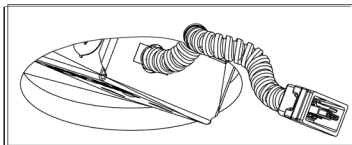

Figure 3
**Étape 3.** Faites passer le compartiment de câblage à travers la découpe au plafond (Fig. 3). Assurez-vous de faire en sorte que le conduit souple avec connecteur soit accessible.